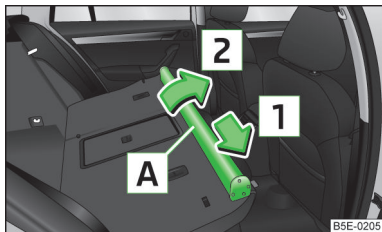

Fig. 104
- Fare scorrere l'alloggiamento della rete di separazione **[A]** nella direzione indicata dalla freccia **[1]** ed estrarlo dagli alloggiamenti in corrispondenza degli schienali dei sedili posteriori nella direzione indicata dalla freccia **[2]** » fig. 104.
- Spingere l'alloggiamento rete di separazione fino a battuta agendo in senso contrario alla direzione della freccia **[1]** » fig. 104.